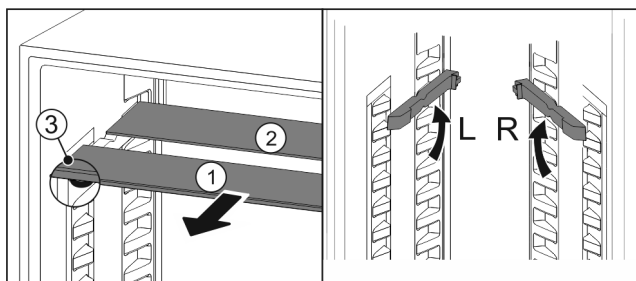

Fig. 84
- ▶ Húzza ki Fig. 84 (1) előre az üveglapokat egyesével.
- ▶ Az üveglap Fig. 84 (1) a díszléccel előre néz.
- ▶ Az ütközők Fig. 84 (3) lefelé mutatnak.